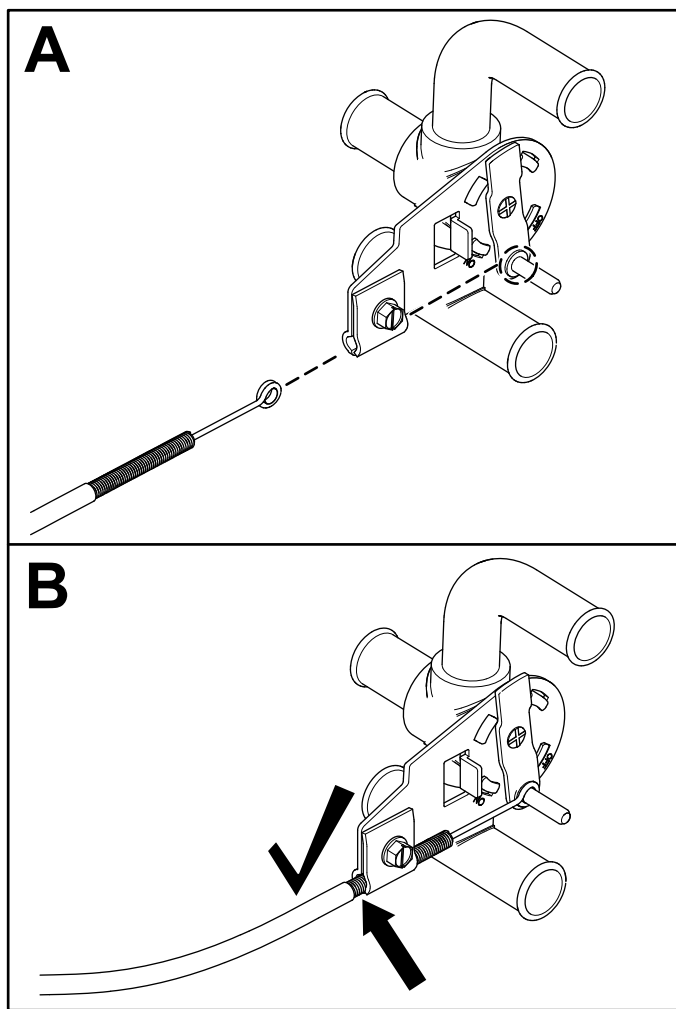

Bild 9
9. Vergewissern Sie sich, dass sich das Wasserventil in der mittleren Position befindet und schließen Sie es an den Anschluss des Steuerkabels an (**Bild 9**).